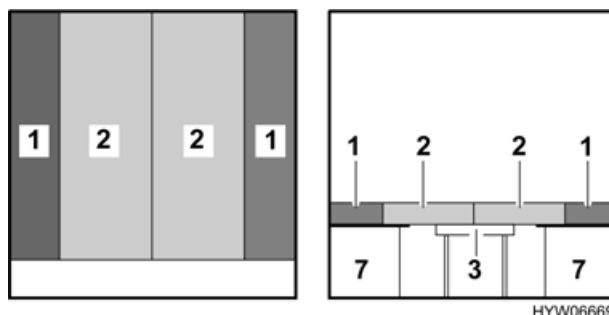

Bild 48 Nach dem Umbau
- Die Rückenpolster (Bild 48,1) an die Außenwand legen. Keilform beachten.
- Die beiden Sitzpolster (Bild 48,2) zwischen die Rückenpolster drücken.